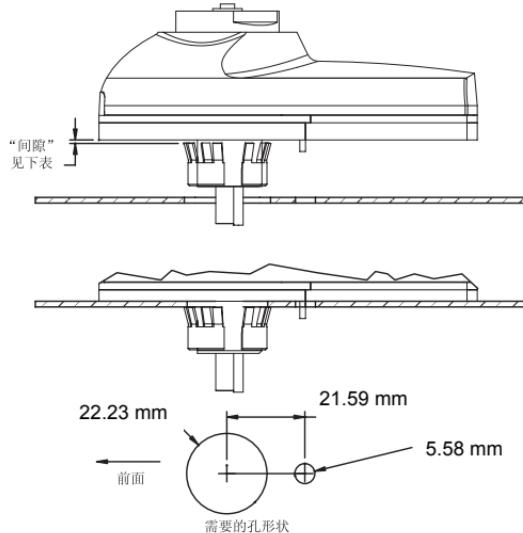

图 2 盲装
2. 在安装表面（最大厚度为 **0.33 cm**）切孔或钻孔，尺寸和孔位如图 2 所示。